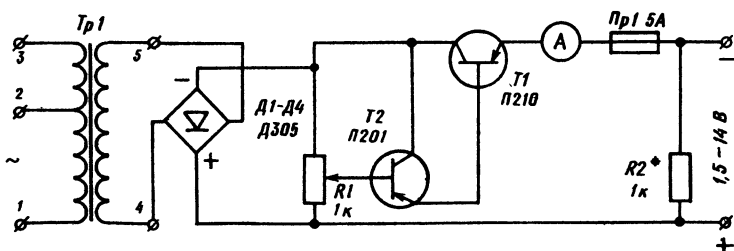

Рис. 26. Принципиальная электрическая схема выпрямителя (первая конструкция)
*Первая конструкция.* Выпрямитель (рис. 26) собран по мостовой схеме на четырех диодах  $D1-D4$  типа Д305. Сила зарядного тока регулируется при помощи мощного транзистора  $T1$ , включенного по схеме составного триода. При изменении смещения, снимаемого на базу триода с потенциометра  $R1$ , изменяется сопротивление цепи коллектор — эмиттер транзистора. Зарядный ток при этом можно изменять от 25 мА до 6 А при напряжении на выходе выпрямителя от 1,5 до 14 В.